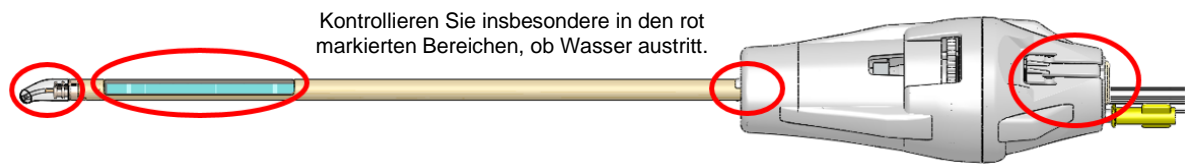

Abbildung 24: Bereiche, die auf Wasserundichtigkeiten im UA untersucht werden müssen
7. **Urologe:** Überprüfen Sie den UA entlang der Schaftlänge sorgfältig auf Wasserlecks und achten Sie dabei auf die in *Abbildung 24* dargestellten Bereiche. Wenn Sie Wasser sehen, ist der UA defekt und darf nicht verwendet werden.